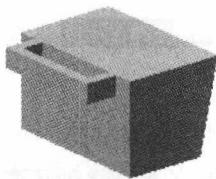
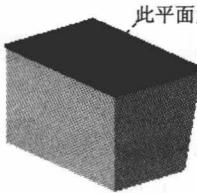

图 1.4 拉伸特征 2
图 1.5 定义草图平面
(4) 单击**<确定>**按钮，完成拉伸特征 1 的创建。
**Step3.** 创建图 1.4 所示的拉伸特征 2。
(1) 选择命令。选择下拉菜单**插入(S)** → **设计特征(E)** → **拉伸(E)**命令（或单击图标），系统弹出“拉伸”对话框。
(2) 单击“拉伸”对话框中的“绘制截面”按钮，系统弹出“创建草图”对话框。
① 定义草图平面。选取图 1.5 所示的模型表面为草图平面，取消选中**设置**区域的**创建中间基准 CSTS**复选框，单击**确定**按钮。